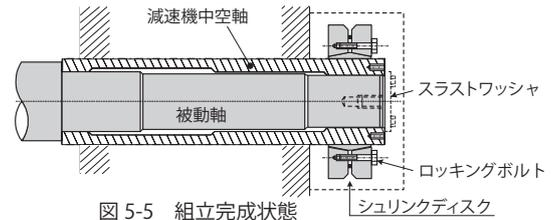

図 5-5 組立完成状態
2. 立形減速機の場合、ロックンボルトを緩めたときに減速機が移動しないように、スラストワッシャを取り付けてください。(図 5-5 参照)
(4) 取り外し手順
- ① 取り外しは上記の逆の順序で行ってください。